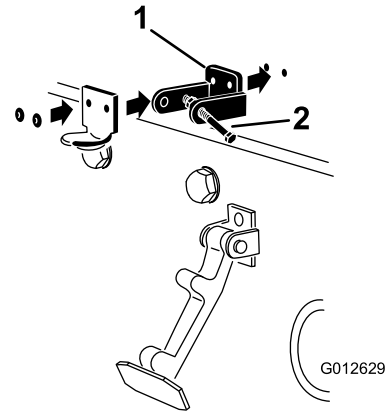

图 6
4. 对准安装孔的同时将锁定支架和机罩门锁支架放到机罩上 图 6。
6. 用铆钉将支架和垫圈铆定到机罩 (图 6)。